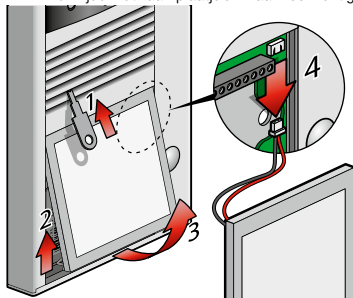

fig. 1
1. Verwijder het naamplaatje en maak voorzichtig de connector voor de naamplaatverlichting los (fig. 1).